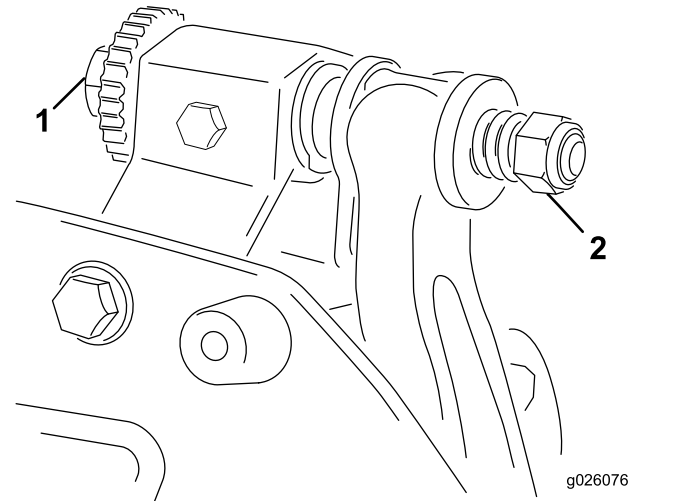

图10
- A. 顺时针旋转底刀架调节螺丝 图10 一次调整一格直到感觉并听到轻微的接触。
6. 向右转动底刀架调节螺栓图10通过左右滑动薄垫片直至感到薄垫片上存在轻微的压力。取出薄垫片。